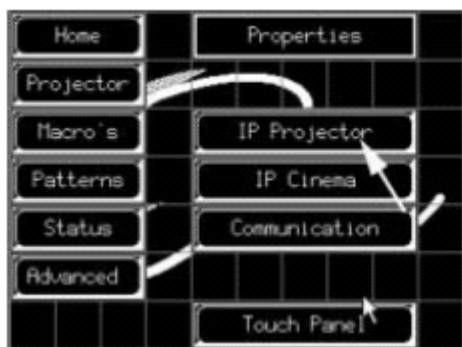

图 10-19 选中数字放映机IP地址
1. 按“IP Projector”（数字放映机IP地址）按钮。（图 10-19）